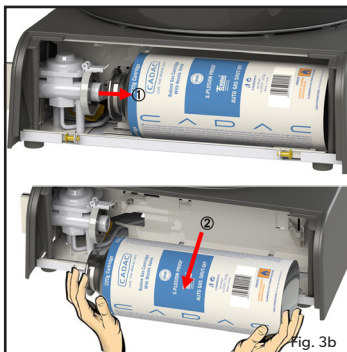

Fig. 3b
- Ouvrez le couvercle de la cartouche et retirez la cartouche en position horizontale (comme illustré à la Fig. 3b).